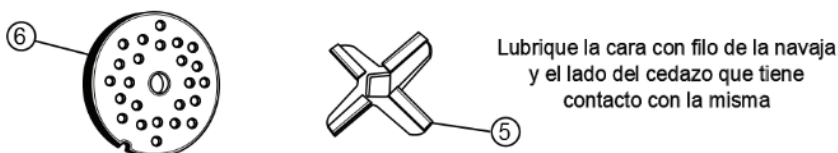

FIG. 8 PARTES A LUBRICAR DESPUÉS DE LIMPIEZA
- 2.- Usando un cepillo de cerdas suaves (no incluido) lave cada componente con solución jabonosa, especialmente dentro del cabezal (2) para desechar restos de carne acumulados.
- 5.- Lubrique navaja (5) y cedazo (6) con el aceite grado alimenticio (Fig. 8). Ensamble otra vez.